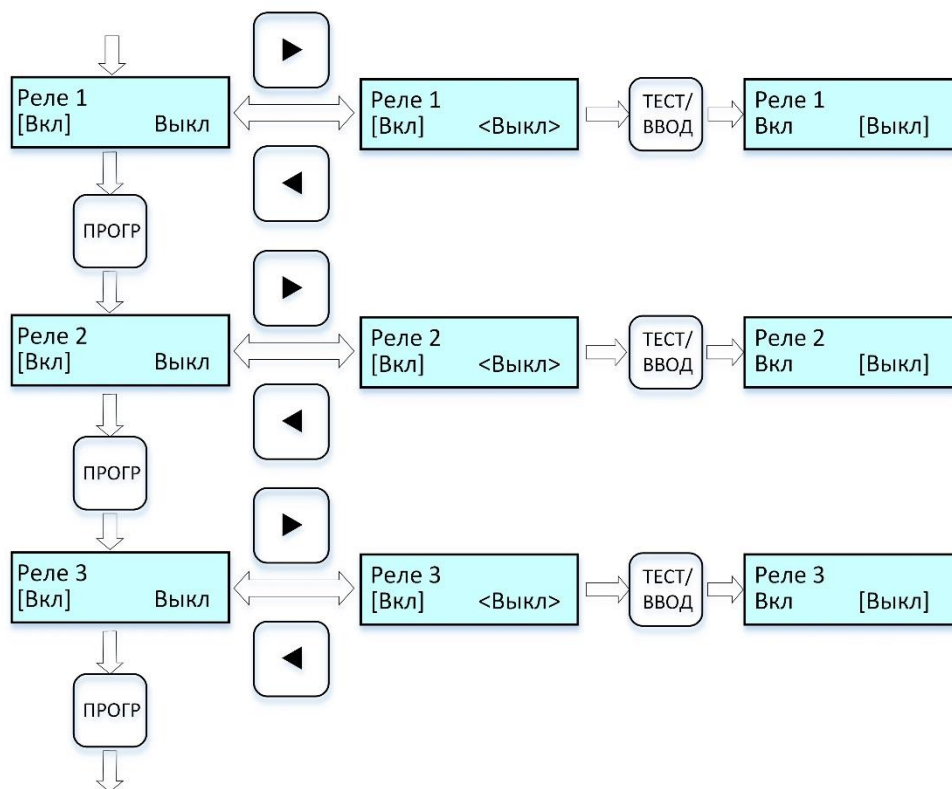

Рисунок 12 – Циклограмма выводимых сообщений на дисплей при включении/выключении реле порогов
2.6.5.8 Для **включения/выключения реле порогов** выполнить действия по п. 2.6.5.1 (при необходимости), далее по циклограмме рис. 12.